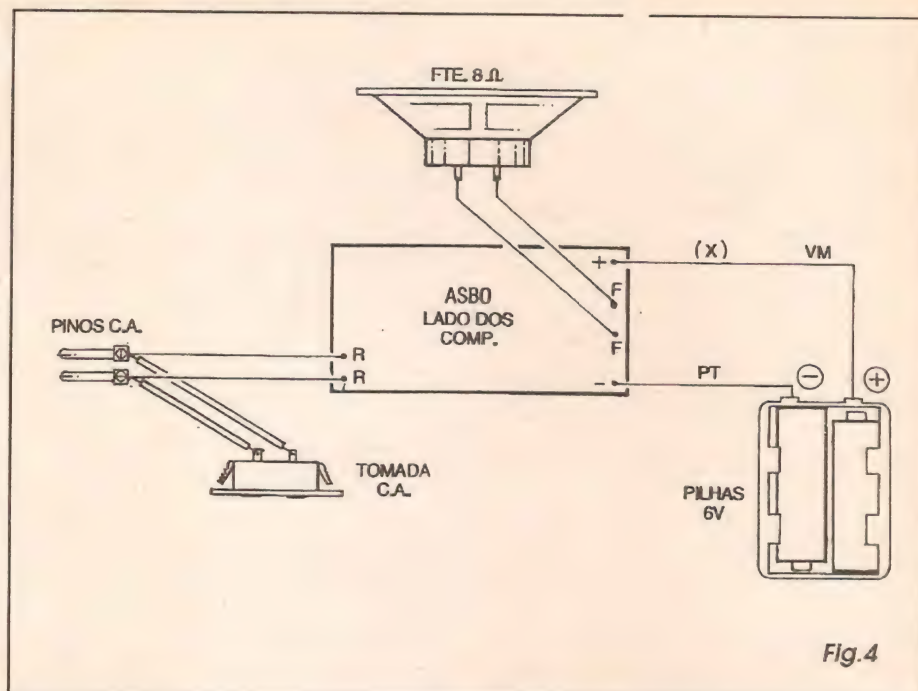

Fig.4
- **FIG. 4 - CONEXÕES EXTERNAS À PLACA** - Na sua concepção básica, as ligações externas à placa do circuito do ASBO são vistas na figura (placa ainda observada pela sua face sem cobre, como no diagrama anterior...). Atenção à polaridade das ligações dos fios provenientes do suporte das pilhas (sempre com o fio **vermelho** indicando o **positivo** e fio **preto** sinalizando o **negativo**...), aos pontos "+" e "-"... Os terminais do alto-falante,
maquinário a ser alimentado/monitorado, o LED piloto, os furinhos para a saída de som do alto-falante e - na lateral - o interruptor geral... Nessa configuração (mais elegante e profissional, como já foi dito...), a utilização é feita assim: os pinos da traseira do **ASBO** são ligados a uma tomada local, de 110 ou 220V, conforme o caso (não esquecendo da adequação do resistor **Rx**, conforme já explicado...) e o *rabicho* (cabo de força com plugue C.A. padrão ou específico...) do aparelho/maquinário a ser alimentado/monitorado, é ligado à tomada frontal... A partir disso, a carga está automaticamente alimentada (devido à ligação direta entre *entrada/saída* de C.A. conforme **FIG. 4...**). Acionando-se então o interruptor do **ASBO**, o LED piloto acenderá (e as pilhas internas serão acopladas ao circuito, colocando-o em *real plantão*...), indicando que o **ASBO** está, agora, monitorando a presença da C.A.... Um teste elementar (porém efetivo...), pode então ser feito, bastando *puxar*, momentaneamente, os pinos (da traseira) da tomada onde estavam *enfiados* simulando com isso, uma *falta de força*... Quase que instantaneamente, o sinal sonoro será emitido, bastante forte e nítido, absolutamente *não ignorável*, mesmo por quem esteja longe, e mesmo em ambiente *barulhento*...! Na *vida real*, em utilização efetiva, ao ser ouvido o sinal sonoro, naturalmente o operador ou a pessoa encarregada, imediatamente providenciará a ligação de grupos geradores, ou a energia alternativa de bancos de baterias ou fontes de *back up*, ou ainda providenciará controles manuais, mecânicos, de modo a *salvar* operações delicadas dos maquinários, que poderiam